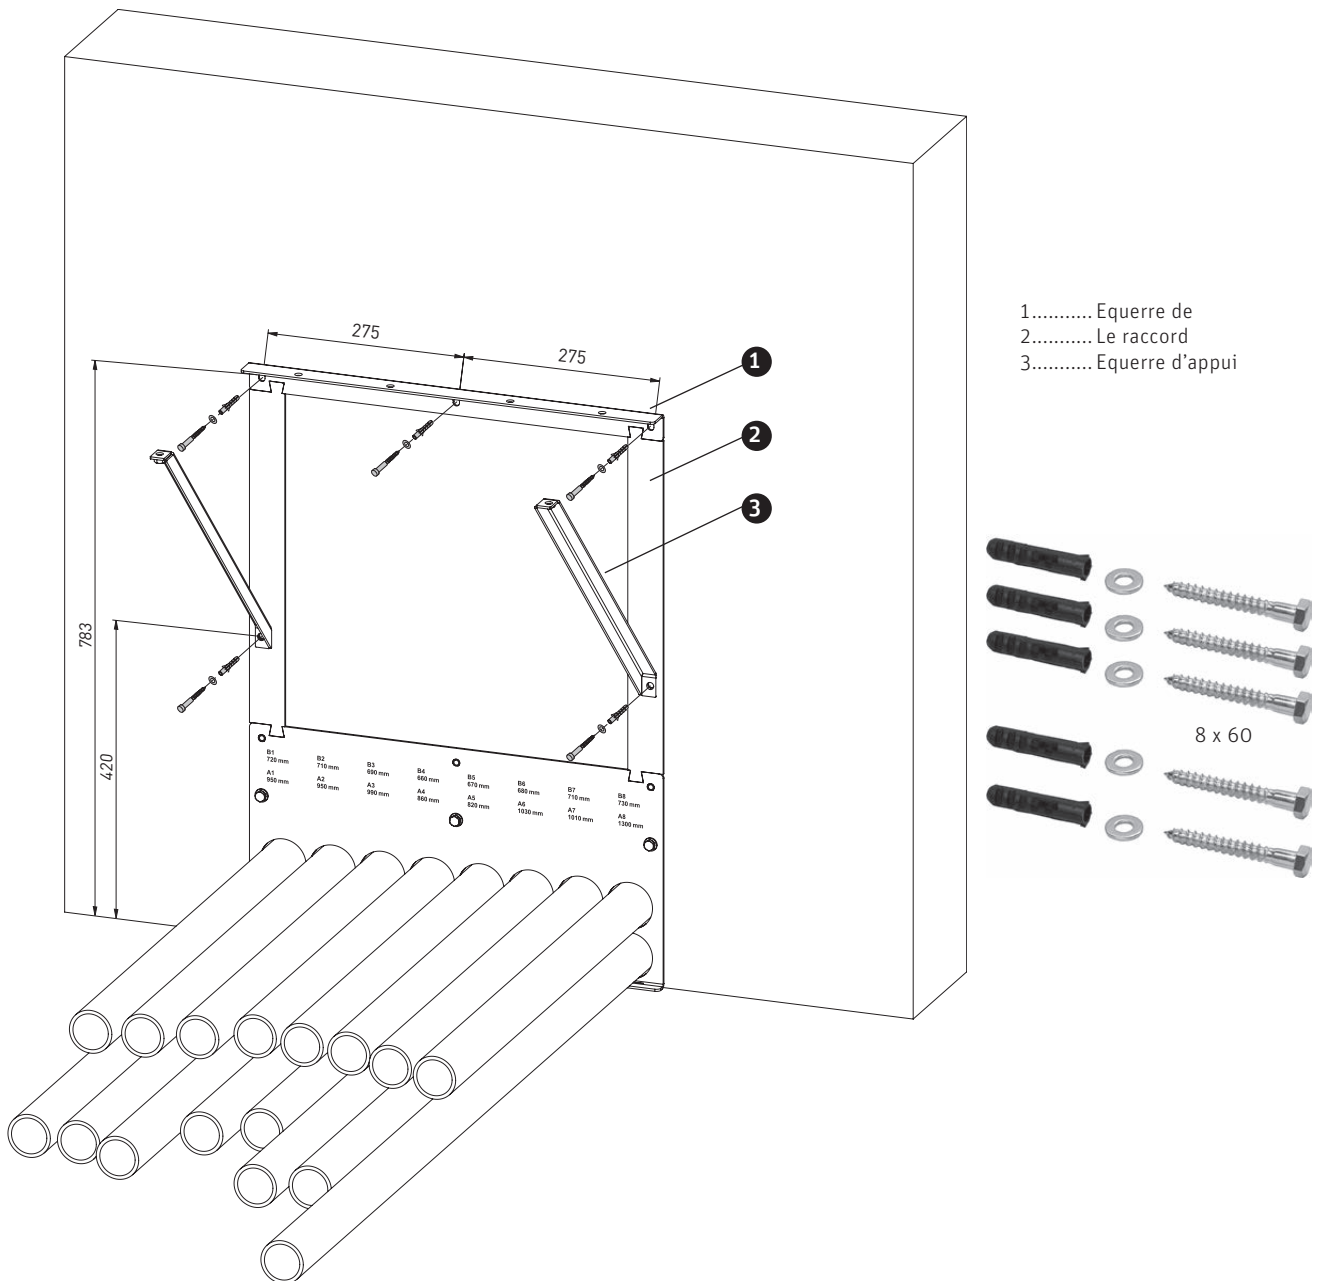

Fig.22 Poser l'équerre de montage, le raccord et l'appui
- ▶ Poser l'équerre de montage, le raccord et l'appui avec des vis de réglage 8x60 et rondelles – Fig.22.